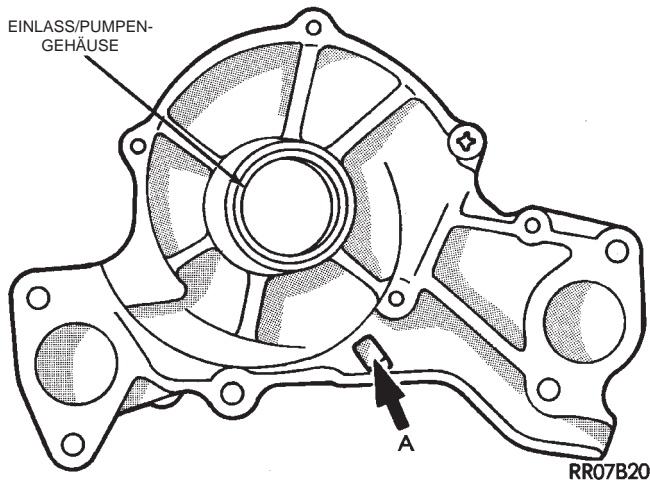

Abb. 41 Prüfen der Wasserpumpe
- Austritt von Kühlmittel am Wellendichtring. Die Undichtigkeit ist an Kühlmittelspuren unterhalb der Entlüftungsbohrung A in (Abb. 41) zu erkennen.